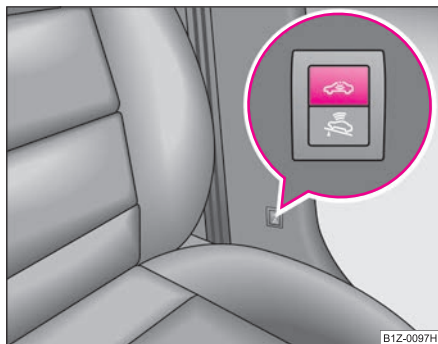

Fig. 34 Tasta instalației de supraveghere interioară
- Apăsați tasta  de pe stâlpul ușii de pe partea conducătorului ⇒ fig. 34, în tastă se aprinde simbolul .